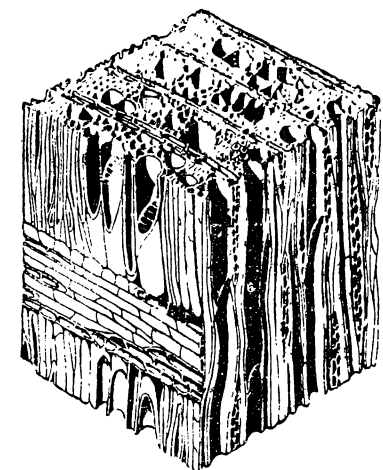

Рис. 20. Микроскопическое строение дерева.
* Рассматривая кусок древесного угля, мы видим, что уголь более или менее сохраняет строение дерева, из которого он получен. На рис. 20 изображено микроскопическое строение дерева. Рисунок сделан на основании рассматривания под микроскопом древесины в различных продольных и поперечных разрезах. Древесина пронизывается многочисленными микроскопическими ходами и канальцами. Так же порист и уголь.